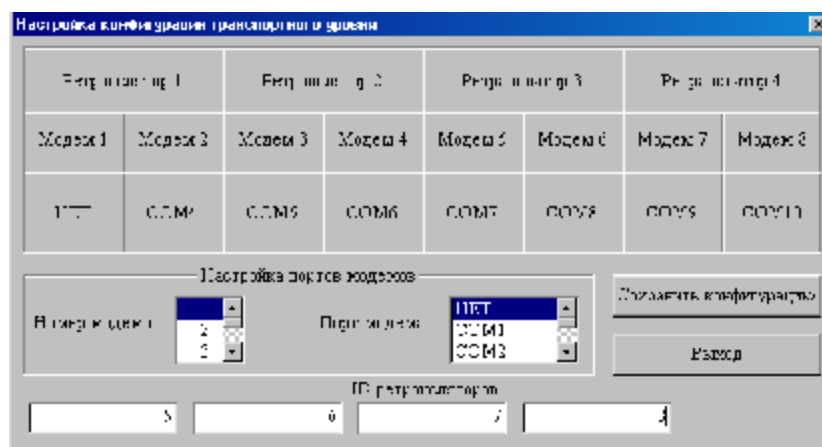

Рисунок 5
25) Запустить программу Ut\_kmdm.exe из директории \\ALICE\COM и настроить номера паролей ретранслятора (номера портов и модемов не трогать, они настраиваются в АРМ ДИ). Если используется до 4-ех ретрансляторов, то данный пункт можно не выполнять (используются настройки разработчика). Если ретрансляторов больше (т.е. будет запускаться несколько СОМ-модулей – по одному на каждые четыре ретранслятора), то необходимо скорректировать соответствующие номера, например для второго СОМ-модуля (ретрансляторы с 5 по 8) картинка будет выглядеть так, (рисунок 5):